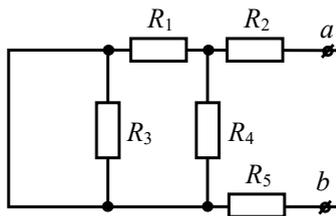

Рис. 2. Конфигурация расчетной электрической цепи
**Пример 1.** Задана конфигурация линейной электрической цепи (рис. 2). Определите величину эквивалентного сопротивления цепи  $R_{ab}$ , если  $R_1 = R_4 = 20$  Ом,  $R_2 = 2$  Ом,  $R_3 = 5$  Ом,  $R_5 = 8$  Ом.